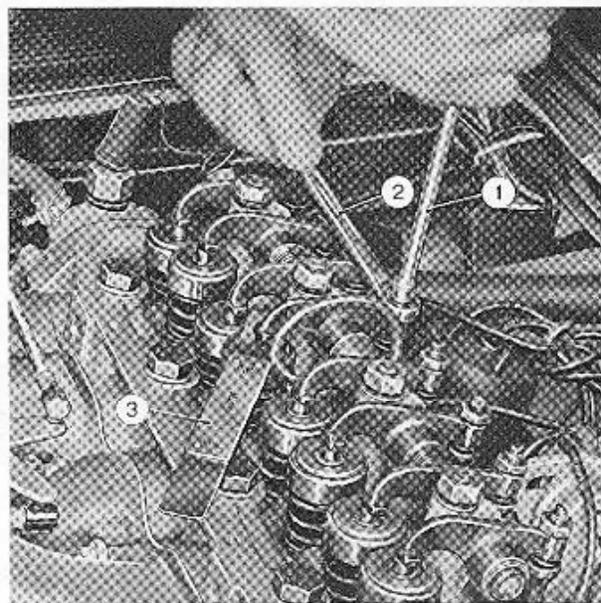

Abb. 36 - Einstellen des Ventilspiels.
– Zu diesem Zeitpunkt kann das Ventilspiel am Zylinder 4 eingestellt werden, denn zu diesem Zeitpunkt befindet sich der Zylinder 4 am Ende der Kompressionsphase, wobei beide Ventile geschlossen sind. Mit dem Schlüssel (1, Abb. 36) wird die Stellschraube des Kipphebels festgehalten und gleichzeitig löst man die Gegenmutter dieses Kipphebels mit einem Ringschlüssel. Dann schiebt man zwischen Ventilschaft und Kipphebel die Fühllehre (3) mit einer Stärke von 0,15 mm und löst oder zieht die Stellschraube mit dem Schlüssel (1) so an, dass sich die Lehre mit einer leichten Reibung zwischen Ventilschaft und Kipphebel bewegen lässt; sobald dieser Zustand erreicht ist, hält man den Schlüssel der Stellschraube fest und zieht die Gegenmutter mit dem Ringschlüssel fest an (2, Abb. 36).